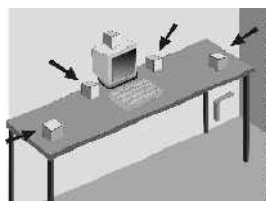

图3
■五音箱的摆放(图3)。前后左右四个卫星音箱的摆放请参照四音箱摆放的方法。中置音箱的摆放非常简单,把它放在显示器上面中间靠前一点的位置就行了(一定要放在靠前的位置以避免